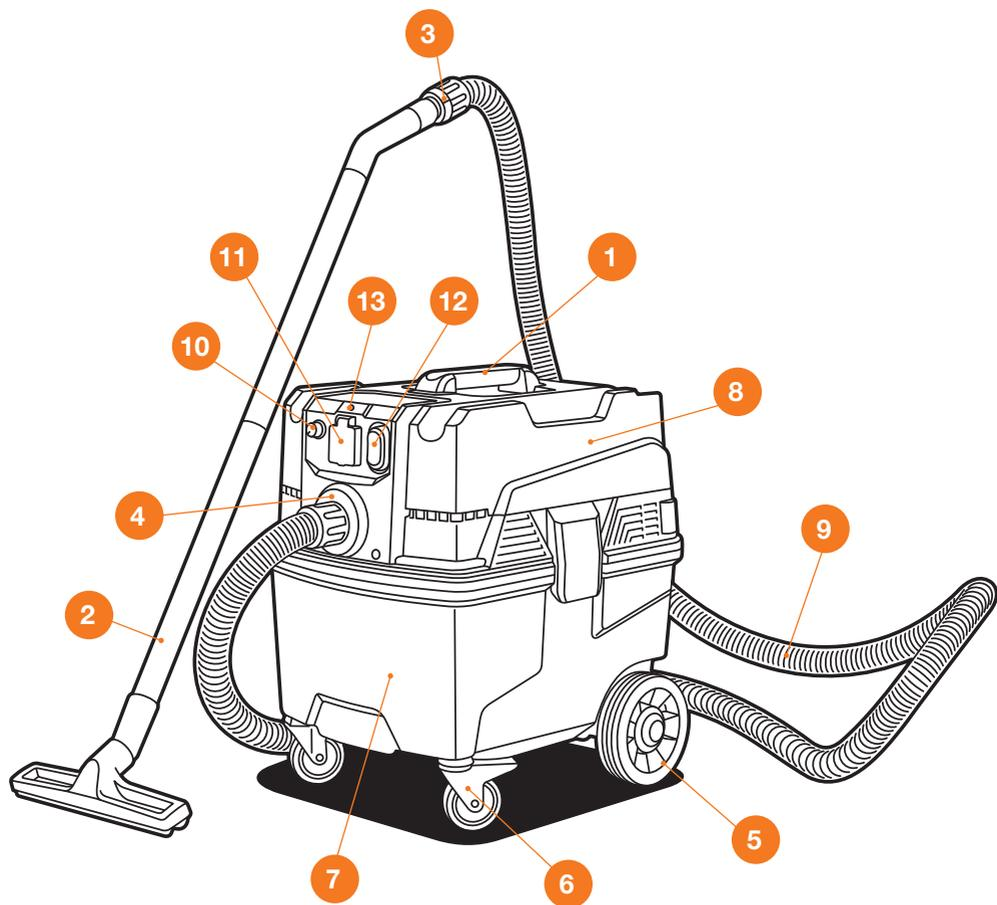

Рис. 2
- ① Фильтр А - самоочистка - 3 секунды. Фильтр В - фильтрация.
- ② Фильтр А и В - фильтрация 15 секунд.
- ③ Фильтр А - фильтрация. Фильтр В - самоочистка 3 секунды.
- ④ Фильтр А и В - фильтрация 15 секунд.
О заполнении бака сигнализирует индикатор ⑬, расположенный над панелью управления (рис. 2).